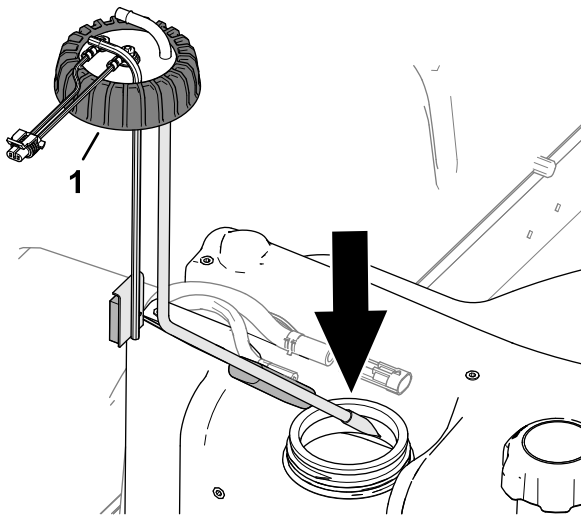

Figure 87
2. Installez avec soin le tube d'aspiration et le flotteur dans le réservoir de carburant (Figure 87).